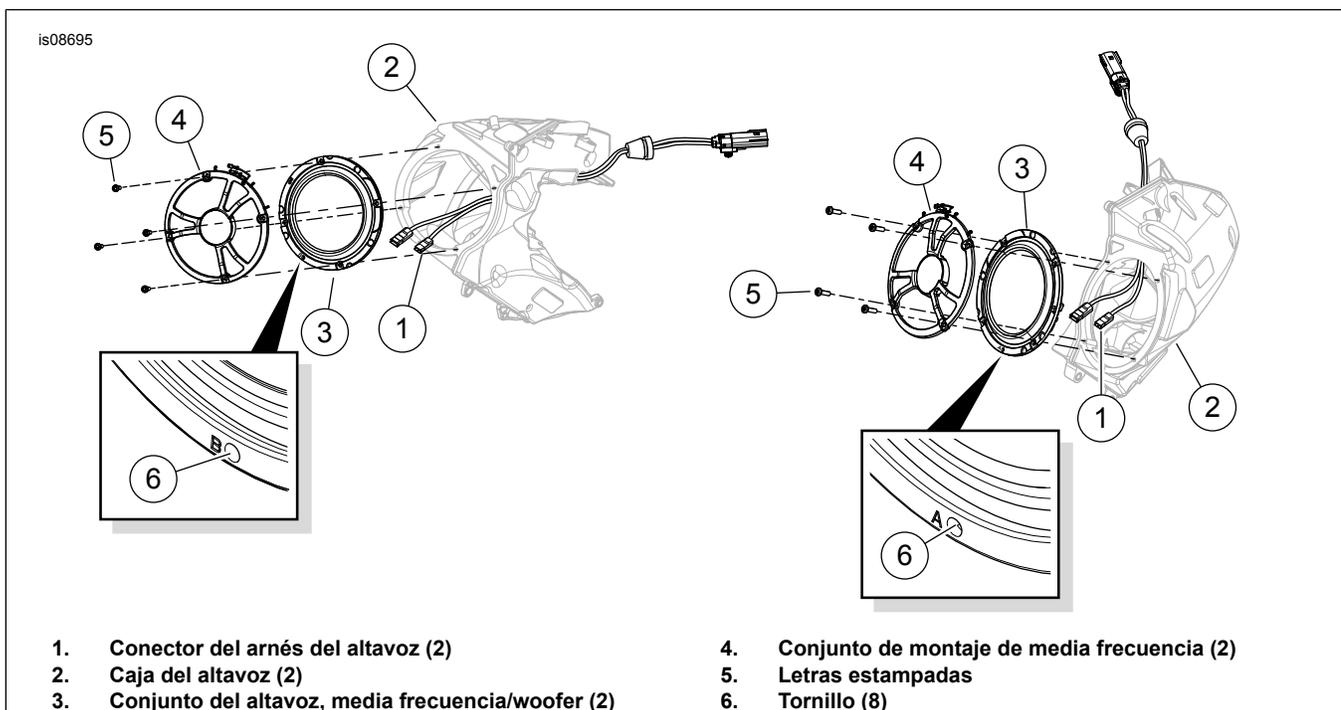

Figura 1. Instalación del altavoz del woofer
1. Vea Figura 1. Fije los conectores del arnés del altavoz (1) dentro de la caja del altavoz (2) a los terminales de paleta en la parte posterior del woofer (3). Los contactos de paleta de diferente tamaño evitan el montaje inadecuado.